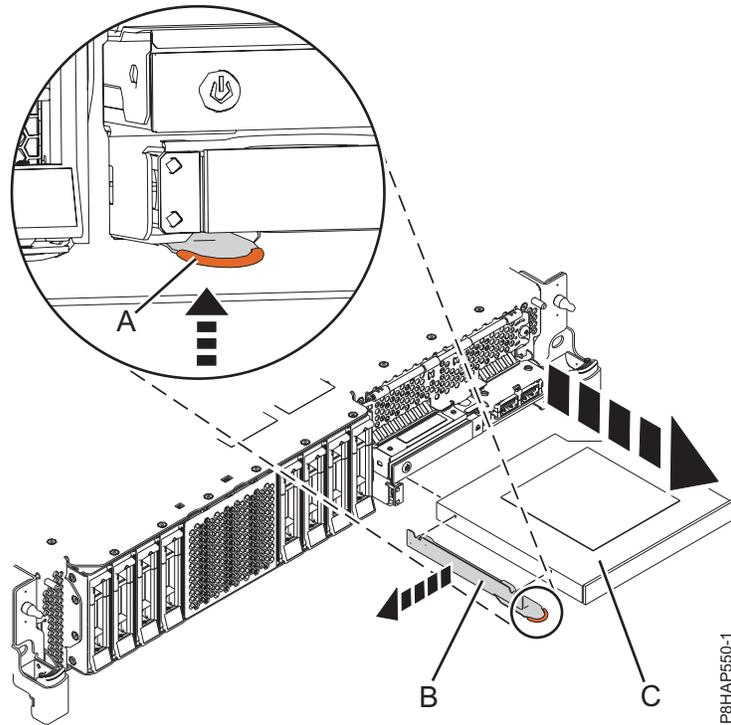
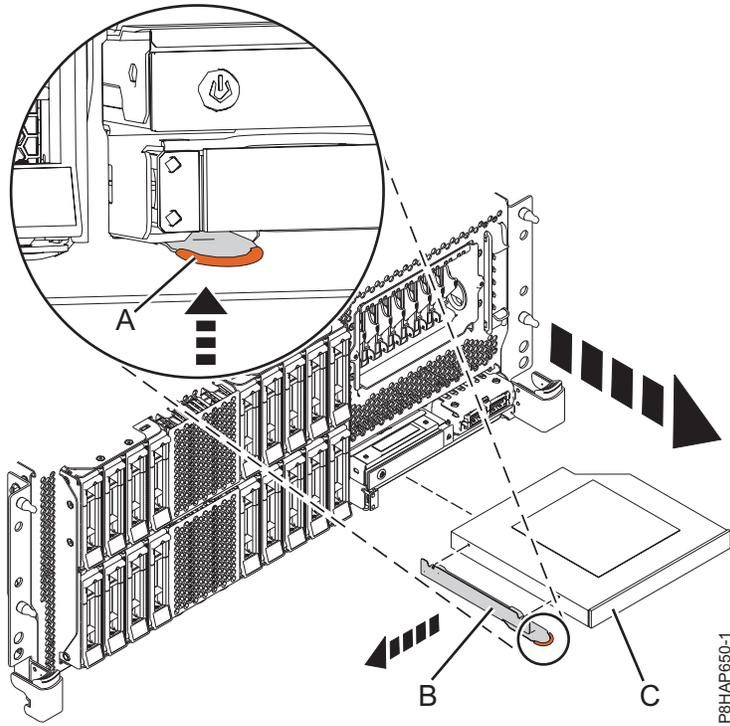
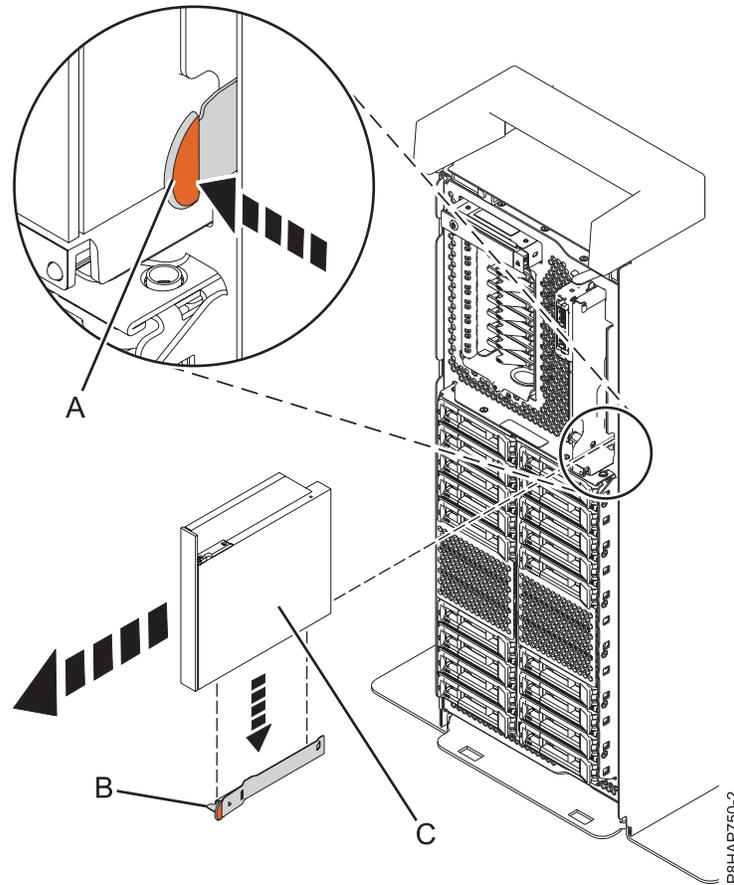

Abbildung 30. Flache Einheit für austauschbare Datenträger ausbauen - System 8284-21A oder 8284-22A
Abbildung 31. Flache Einheit für austauschbare Datenträger ausbauen - Einschubsystem 8286-41A oder 8286-42A
Abbildung 32. Flache Einheit für austauschbare Datenträger ausbauen - eigenständiges System
Für ein System vom Typ 8284-21A oder 8284-22A gilt Abb. 30, für ein Einschubsystem vom Typ 8286-41A oder 8286-42A gilt Abb. 31 auf Seite 42 und für ein eigenständiges System vom Typ 8286-41A gilt Abb. 32 auf Seite 43.
6. Ziehen Sie die flache Einheit für austauschbare Datenträger (C) in der Richtung aus dem System, die dargestellt ist in Abb. 30 auf Seite 41, Abb. 31 auf Seite 42 oder Abb. 32.
7. Wenn Sie die Flache Einheit für austauschbare Datenträger im Rahmen einer anderen Serviceprozedur ausbauen, bauen Sie die Halterung (B) nicht aus der flachen Einheit für austauschbare Datenträger aus.
8. Wenn Sie die fehlerhafte Flache Einheit für austauschbare Datenträger ausbauen und durch eine neue Flache Einheit für austauschbare Datenträger ersetzen, müssen Sie die Halterung (B) ausbauen, damit diese mit der neuen Einheit für austauschbare Datenträger verwendet werden kann. Halten Sie zum Ausbau der Halterung den terrakottafarbenen Kontaktpunkt fest und ziehen Sie die Halterung aus der Einheit für austauschbare Datenträger heraus; siehe Darstellung in Abb. 30 auf Seite 41, Abb. 31 auf Seite 42 oder Abb. 32.
9. Bewahren Sie die Halterung (B) an einem sicheren Ort auf.